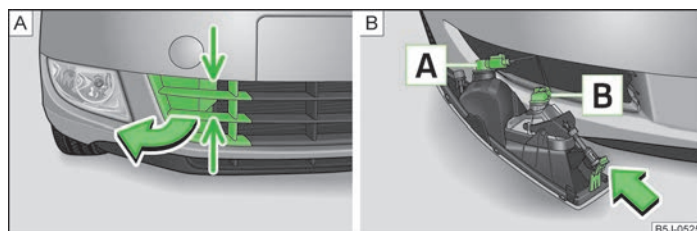

Fig. 147 Bara de protecție față: Grilaj de protecție/demontarea proiectoarelor de ceață
Disponerea becurilor » fig. 147.
- Prindeți grilajul de protecție în pozițiile marcate cu săgeți » fig. 147 - și scoateți capacul.
- Introduceți mâna în orificiul grilajului de protecție și apăsați elementul de fixare » fig. 147 - în sensul indicat de săgeată.